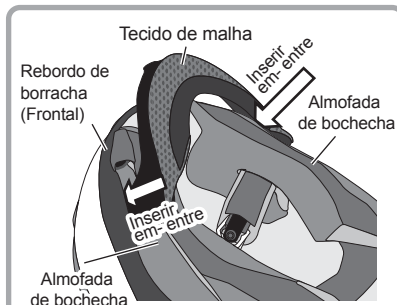

Fig. 2
2. Desaperte os 4 fechos e os ganchos na parte da frente e, em seguida, a almofada interior pode ser retirada. (Fig. 2)
2. Introduzir a entretela de ambos os lados do obturador de vento entre a parte da frente da almofada da bochecha e o rebordo de borracha. (Fig. 2)